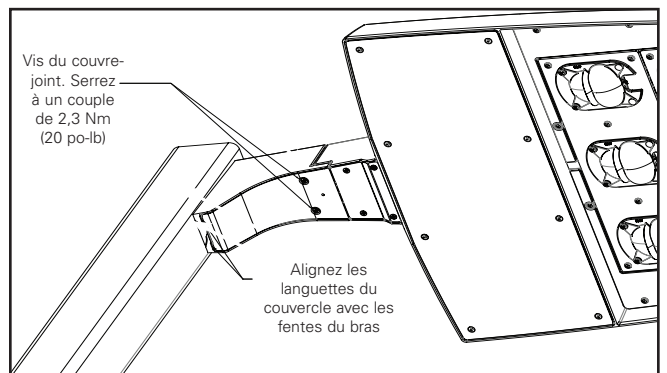

Figure 5.
5. Installez le couvercle du bras et serrez les deux (2) vis à tête cruciforme à un couple de 2,3 Nm (20 po-lb). Comme montré à la Figure 5.